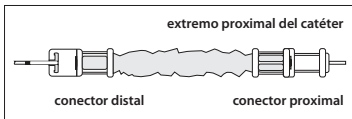

Figura 4
- Introduzca la punta del catéter deseado a través del extremo proximal del protector anticontaminación para catéteres. Haga avanzar el catéter a través del tubo y el conector del otro extremo (consulte la figura 4).